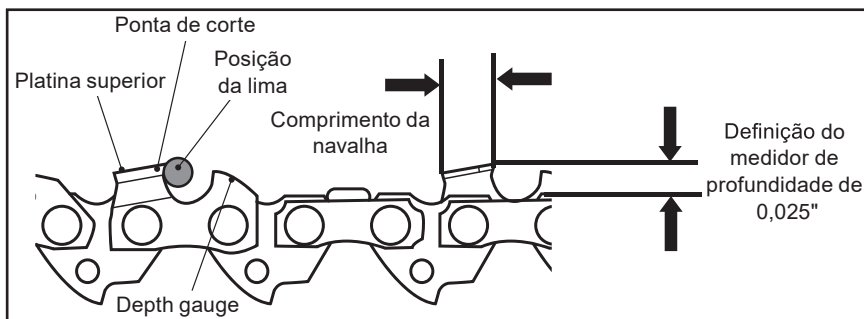

Fig. 42
9. Utilize um instrumento de medição de medidor de profundidade para verificar a altura do medidor de profundidade. A maior parte dos fabricantes de ferramentas de renome fornece bitolas de medição de profundidade (Fig. 42).